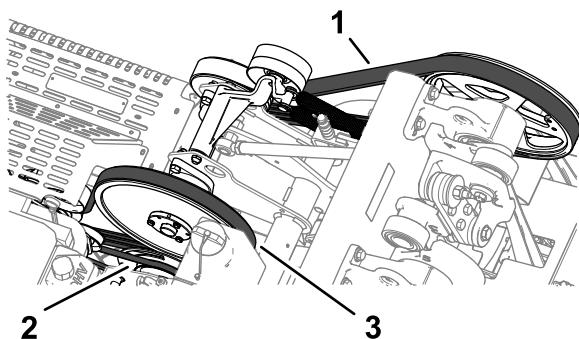

Figure 175
2. Vérifiez que les courroies de la pompe hydraulique, de l'arbre intermédiaire et du vilebrequin (Figure 175) ne sont pas endommagées, usées, excessivement fissurées ou incrustées de gros débris.